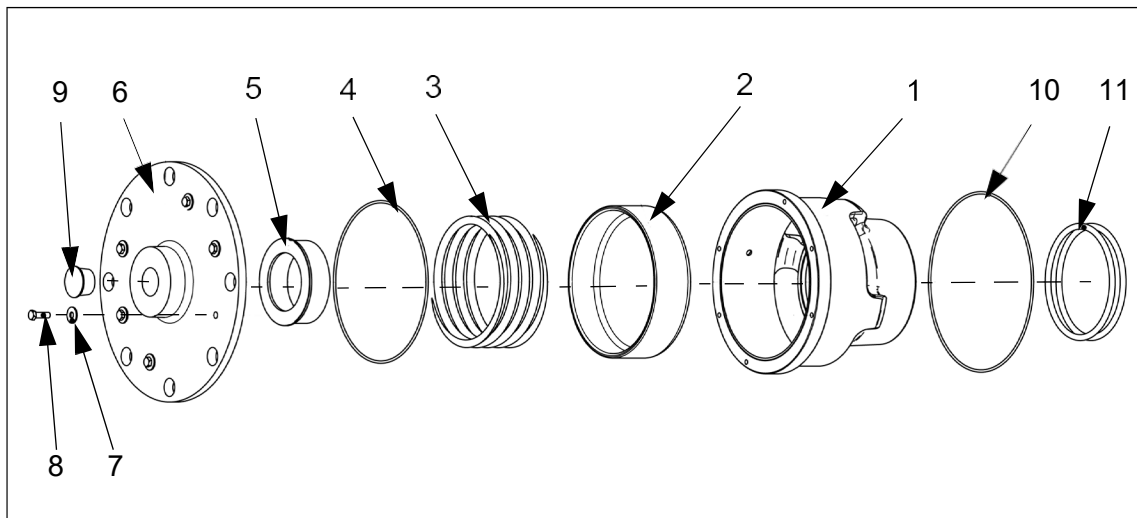

Fig. 12:
4. Retire las juntas tóricas (4 y 10, Fig. 12) y limpie todas las superficies.
5. Inserte el muelle nuevo (3, Fig. 12) y el pistón (2, Fig. 12) en el cesto (1, Fig. 12).
6. Inserte las juntas tóricas (4 y 10, Fig. 12) en la válvula de descarga y el cesto.